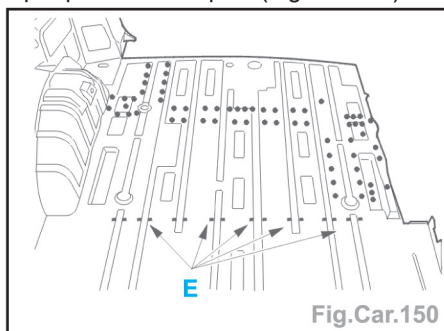

Fig.Car.150
- Souder par cordons successifs au MIG (suivant E), meuler les cordons et souder par points électriques (Fig.Car.150).